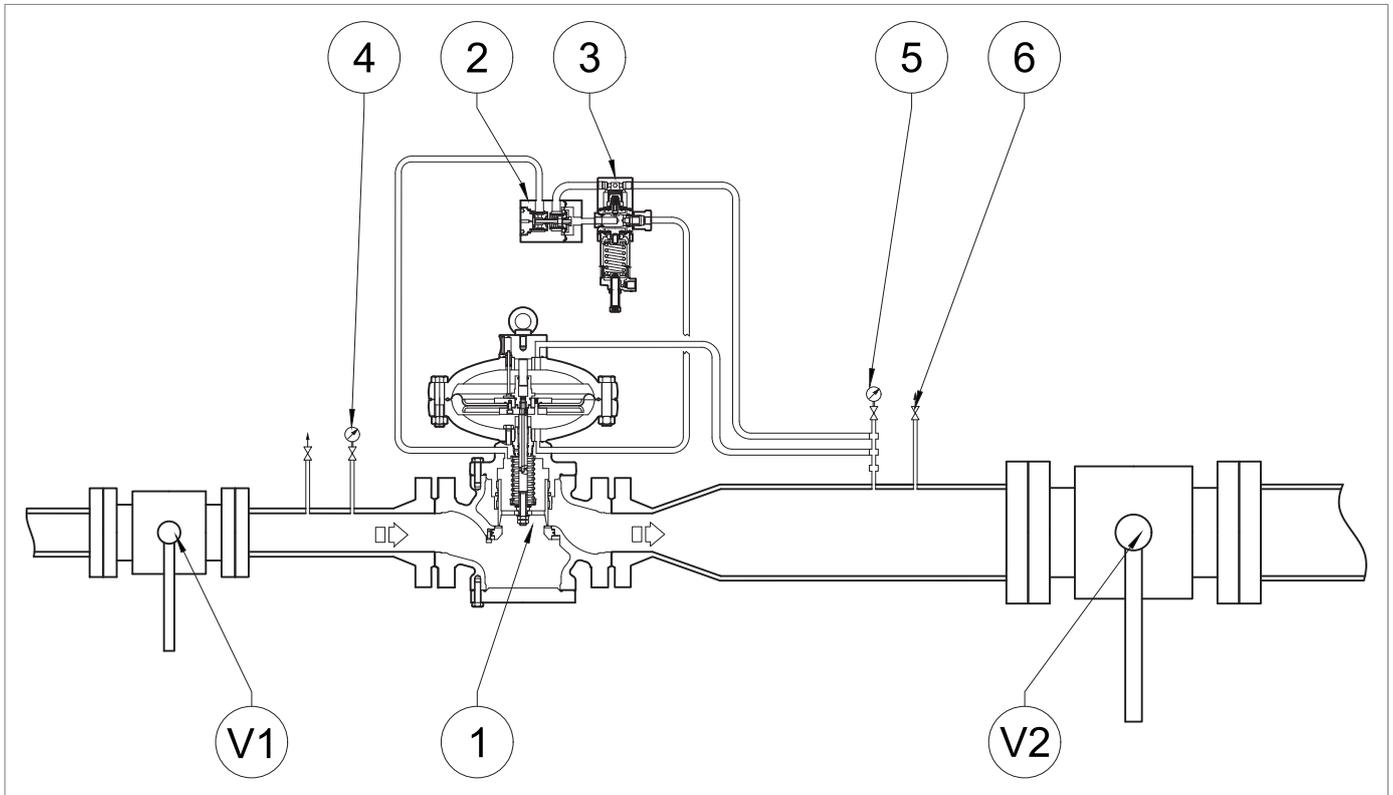

Abb. 8.29. Inbetriebnahme des Reglers
1	<p>Erhöhen Sie den Ausgangsdruck auf den Kalibrierwert des Reglers, indem Sie die Einstellschraube (10) des Piloten (2) des Hauptreglers (1) drehen um die korrekte Kalibrierung zu überprüfen.</p> <p>! HINWEIS!</p> <p>Prüfen Sie den Druck mithilfe des Manometers (Abb. 8.29; Ref. 5), das sich hinter dem Hauptregler befindet.</p> <p>Wenn das Sicherheitsabsperrentil:</p> <ul style="list-style-type: none"> • vor dem eingestellten Druckwert auslöst: den Einstellring (13) im Uhrzeigersinn anziehen, um die Feder (11) stärker zusammenzudrücken; • bei dem eingestellten Druckwert nicht auslöst: den Einstellring (13) lösen (gegen den Uhrzeigersinn), um die Feder (11) zu entspannen.
2	Verringern Sie den Druck im nachgeschalteten Teil durch Öffnen des Ablasshahns (Abb. 8.29, Ref. 6), um ihn auf den Einstellwert des Hauptreglers zu bringen.